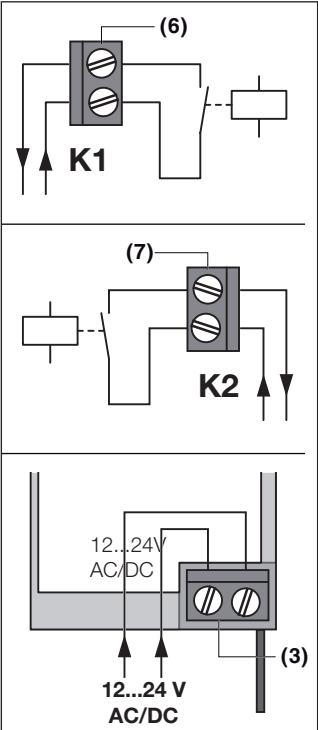

Fig. 3
3.1 Anschluss des Empfängers (Fig. 3)
3.1 Connecting the receiver (Fig. 3)